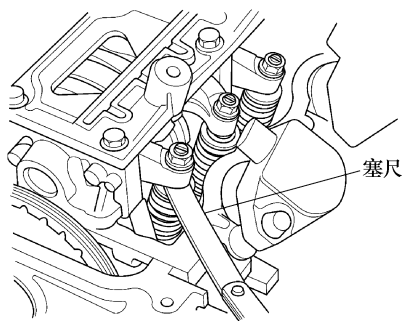

图 2-61 用塞尺测气门间隙
4) 将塞尺插入调节螺钉与 1 号气缸上的气门杆端部之间，并前后滑动；应该感觉到轻微地拖滞，见图 2-61。